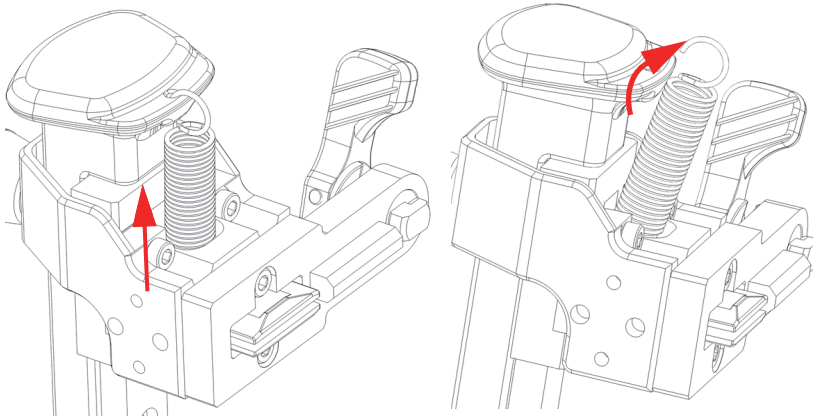

Figura 2-30 Extracción del resorte
2. Extraiga la pieza superior del resorte a partir del orificio en la empuñadura de levantamiento del brazo retráctil (ver Figura 2-30 en la página 65).